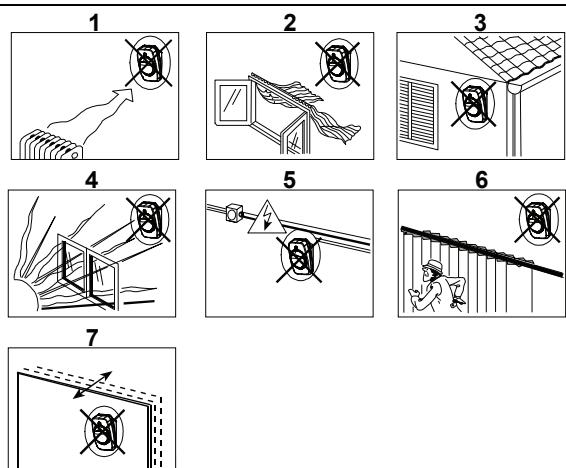

Fig. 3 – Directives générales
3.1 Guide général (cf. fig. 3)